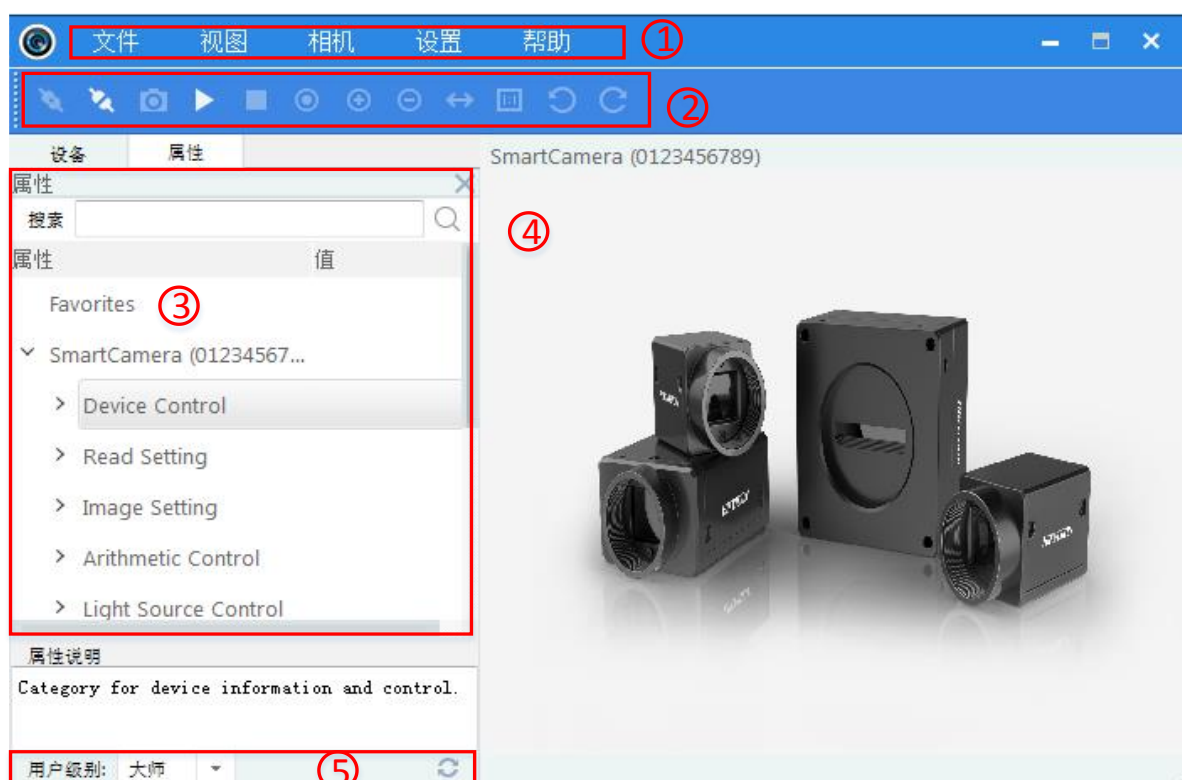

图4-4 客户端主界面
1. 连上相机后，可以通过客户端预览图像。其中①②③④区域分别代表菜单栏区、控制工具条区、设备列表和属性区、预览区。在设备列表中会显示当前的设备，双击打开设备，设备属性如图 4-4 中③所示。
属性窗口下的用户级别，如图 4-4 中的⑤所示，有初级、专家和大师三种，对应的属性窗口中的参数会有部分差异。